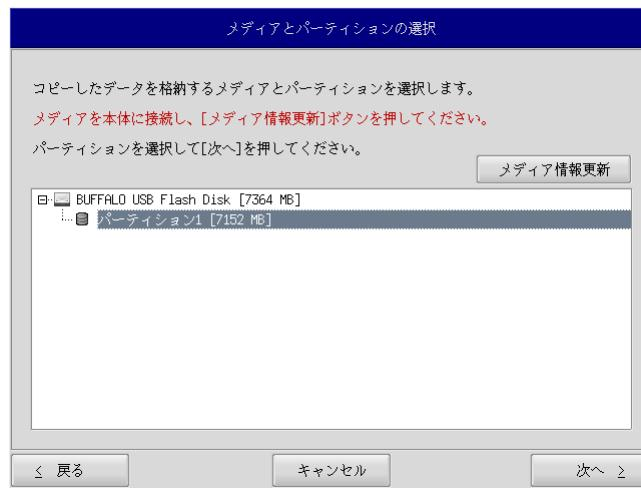

図5-3-2. メディアとパーティション選択画面
- ⑥ メディアとパーティション選択画面（図5-3-2）が表示されます。本体にメディアを接続し、[メディア情報更新]ボタンを押してください。バックアップファイルを保存するメディアのパーティションを選択し、[次へ]ボタンを押します。